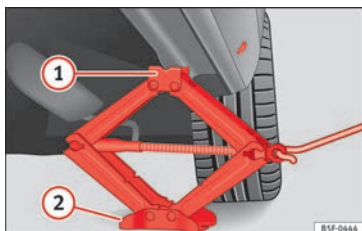

Fig. 74 Longherone: posizionamento del cric del veicolo.
- Ruotare la manovella del cric*, posto sotto il punto di appoggio del longherone, per alzarlo finché la linguetta ① » » » fig. 74 non avrà raggiunto l'alloggiamento previsto.
- Allineare il cric* in modo tale che la linguetta ① "si agganci" nell'apposito alloggiamento del longherone e la piastra di base mobile ② resti appoggiata al suolo. La piastra di base ② deve cadere sul lato verticale rispetto al punto di appoggio ①.